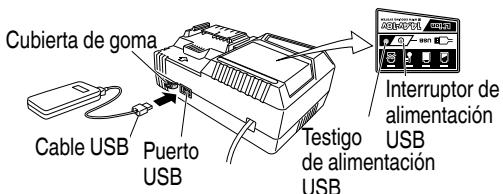

Fig. 7
(2) Encienda el enchufe de alimentación USB (Fig. 7)
- (3) Conecte el cable USB. (Fig. 7)
- Apague el interruptor de alimentación USB y desenchufe el cable de alimentación de la toma de alimentación eléctrica. (Fig. 7)